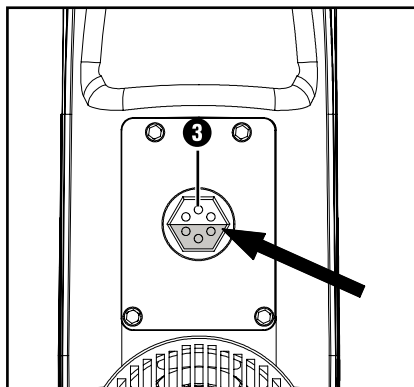

Bild 1
- ◆ Titta efter i tittfönstret för oljenivån **3** på produktens undersida om det finns tillräckligt mycket olja (se bild 1).